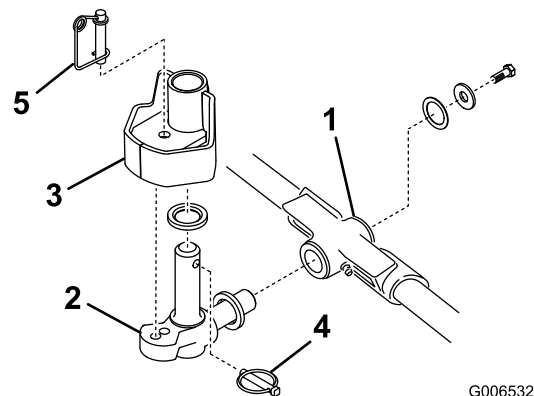

図 17
1. スラストワッシャをピボットナックルの水平シャフトに差し込む図 17。
2. ピボットナックルの水平シャフトをキャリアフレームの取り付け穴に差し込む図 17。
3. スラストワッシャ、平ワッシャ、フランジヘッドネジを使って、ピボットナックルをキャリアフレームに固定する図 17。
4. ピボットナックルの垂直シャフトにスラストワッシャを差し込む図 17。
に差し込む 図 17。昇降アームのステアリングプレートの下にある枚のゴム製センタリングバンパーの間に、ピボットナックルを挟む。
6. ピボットナックルのシャフトに付いている穴にリンチピンを差し込む 図 17。
注 カッティングユニットを固定モードで使用する場合にはステアリングロックピンをピボットナックルの取り付け穴に差し込んでください 図 17。
11. ステアリングロックピンの下にスプリングを掛ける 図 17。